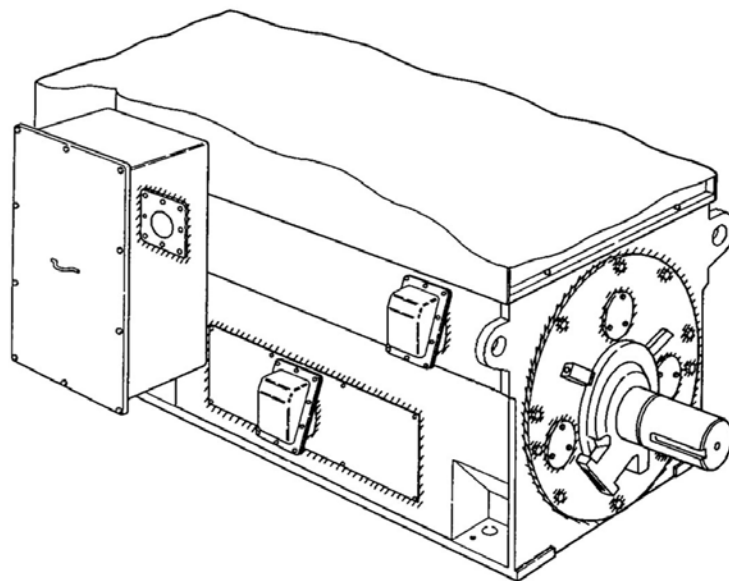

図3 シール剤充てん箇所
(8)屋外機にたいしては、軸受回り組立後図3に示すようにシール剤を充てんしてください。
屋外機の場合、定期点検時に分解を行なった際は図3の箇所の外周部(ハッチング部)に必ずシール剤を充てんしてください。